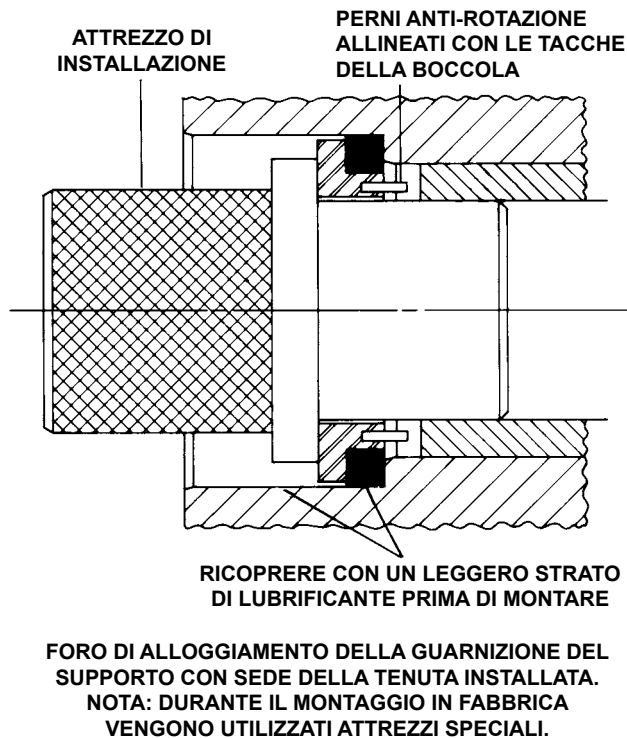

FIGURA 8
Il tipo di tenute mostrato in Figura 8, 9, 10 sono guidate in posizione da viti di fermo e le sedi stazionarie hanno perni anti-rotazione che combaciano con gli incavi sul lato della boccola di supporto.
4. Inserire la sede della tenuta nel foro di alloggiamento della tenuta. Assicurarsi che i perni anti-rotazione della sede siano allineati con le scanalature all'estremità della boccola del supporto. Fare riferimento alla Figura 8.